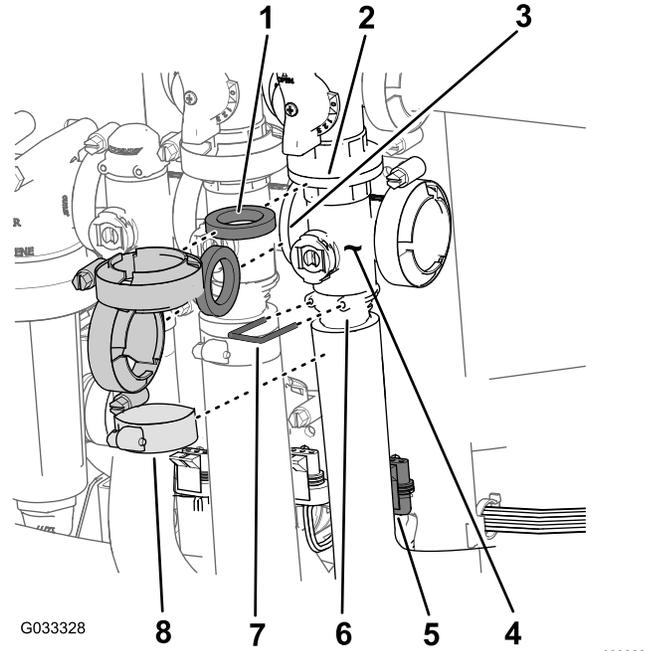

図 66
1. マスターブームバルブ用のマニホルド 図 66 をマスターブームバイパスバルブ、攪拌バルブ、マスターブームマニホルドバルブフローメータ用ホースの端部に固定しているクランプとガスケットを外す。
2. マスターブームバルブ用のマニホルドに出口フィッティングを固定しているリテーナを外す 図 66。